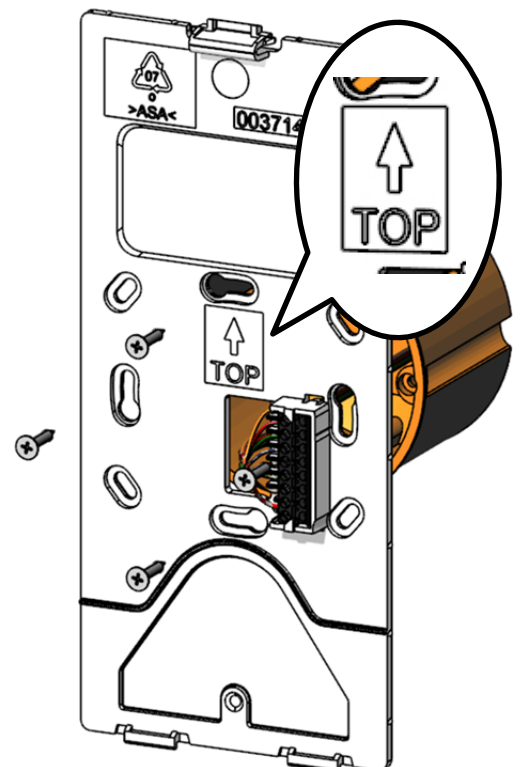

Abb. 4: Montageplatte montieren
Beachten Sie die Einbaulage der Montageschale. Diese ist auf der Montageschale durch einen Pfeil und die Bezeichnung **TOP** markiert (Abb. 4).
- ▶ Montieren Sie die Montageplatte mit geeigneten Schrauben auf der Unterputzdose (Abb. 4).
Beachten Sie die Einbaulage der Montageplatte. Diese ist auf der Montageplatte durch einen Pfeil und die Bezeichnung **TOP** markiert (Abb. 4).